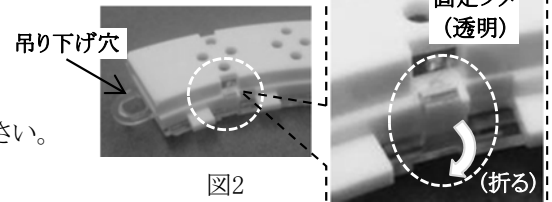

図2
- 弓型の内側で本体ケースの吊り下げ穴に近い固定ツメ(1か所、図2)を折ってください。